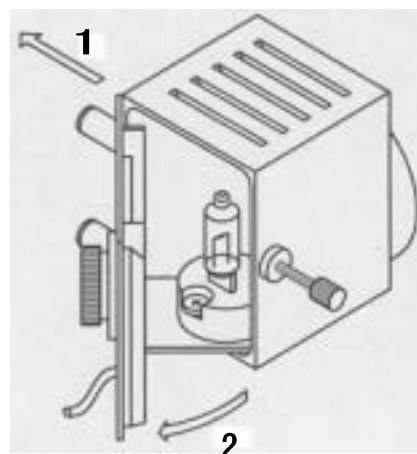

图 6-4 取下后盖
2. 按箭头 1 方向轻推后盖，再按箭头 2 方向回转，取下后盖。见图 6-4。